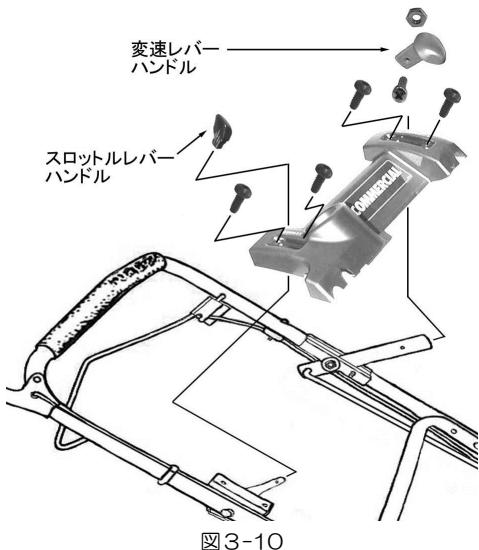

図3-10
- スロットルレバーにスロットルレバーハンドルを深く差し込みます。(図3-10)